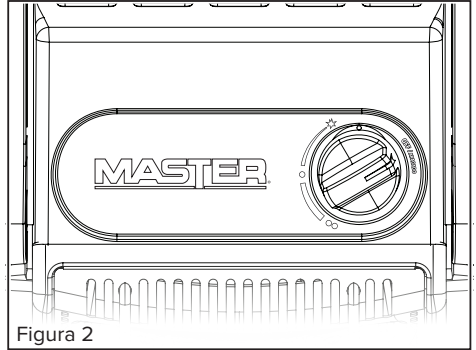

Figura 2
- Antes de conectar el propano, asegúrese de que la perilla de control en el calentador esté en la posición "OFF" (apagado); vea la Figura 2.
- **Para el MH-09SNL-A**, gire la perilla de control hacia la izquierda a la posición "PILOT" (Piloto), presione la perilla para el encendido; vea la Figura 2.
- Después de que se encienda el piloto, mantenga presionada la perilla de control de 30 a 60 segundos hasta que se iluminen las placas de calor y el termopar esté caliente. Suelte la perilla. La perilla debe regresar a la posición totalmente extendida; vea la Figura 2.